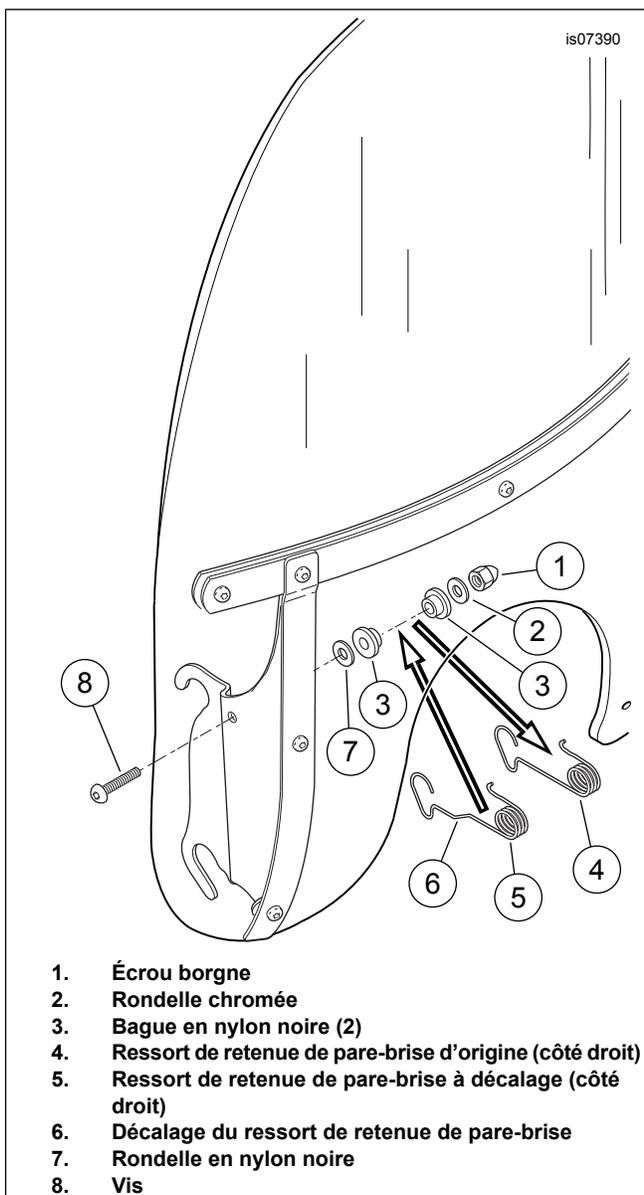

Figure 3. Modification du pare-brise pour le support de feu auxiliaire
- a. Voir Figure 3. Retirer l'écrou borgne (1), la rondelle chromée (2) et la bague « haut-de-forme » (3) en nylon noire, d'un support de montage de pare-brise. Retirer le ressort de retenue du pare-brise (4). La rondelle en nylon noire (7) et la seconde bague « haut-de-forme » (3) peuvent rester en place sur les filets (8) de vis.
- b. Dans le kit, prendre le **nouveau** ressort de retenue à décalage du pare-brise (5). Installer le ressort sur les filets de vis, entre les bagues (3).